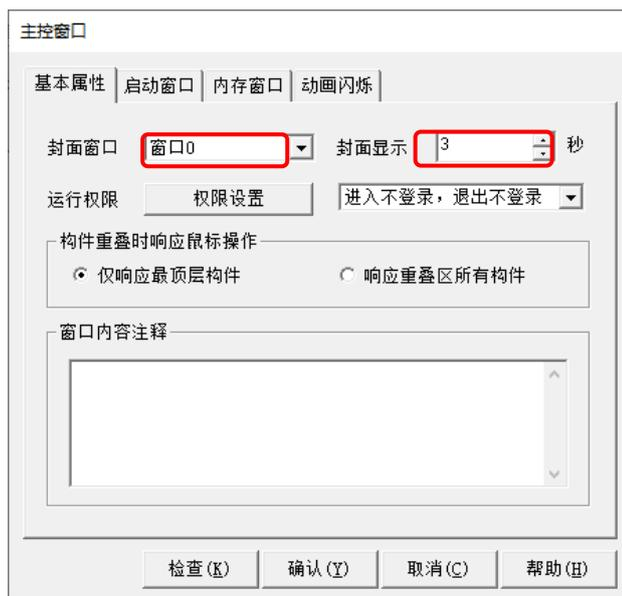

图 2.1-4 设置封面窗口
- ③ 如图 2.1-4 所示，在【主控窗口】|【基本属性】功能页中，选择封面窗口，并设置封面显示时间即可（封面时间设置为 0，封面将一直显示，直到单击窗口任何位置时，封面方可消失）。封面窗口：窗口 0，封面显示：3 秒；
注意：图 2.1-4 中设置的封面窗口（窗口 0），其窗口显示内容需要用户自行组态。除了不能设置为子窗口外，封面窗口具备普通窗口所有功能。